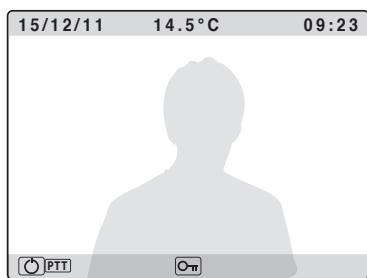

Fig. 14
- Passez du mode « mains libres » au mode « appuyer pour parler » (press to talk) en maintenant le bouton enfoncé jusqu'à ce que la LED correspondante commence à clignoter lentement (**Fig. 14**). Appuyez et maintenez le bouton (la LED clignote rapidement) pour parler au visiteur, relâchez le bouton (la LED clignote lentement) pour écouter le visiteur ;